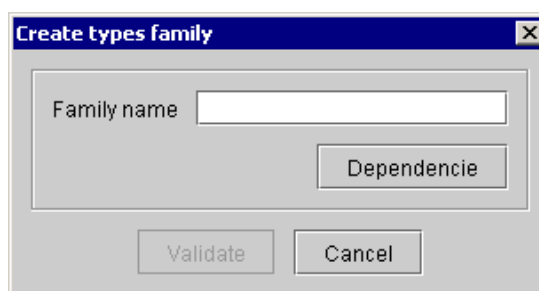

Figure 106 : Types family creation
- The window *Création d'une famille de types* appears (Figure 106) :